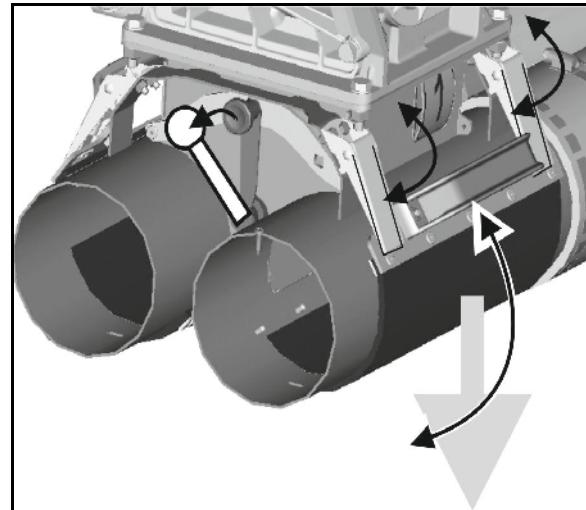

Рис. 95
- Откройте оба запорных крана "Складывание выравнивателя" (Рис. 95/1).